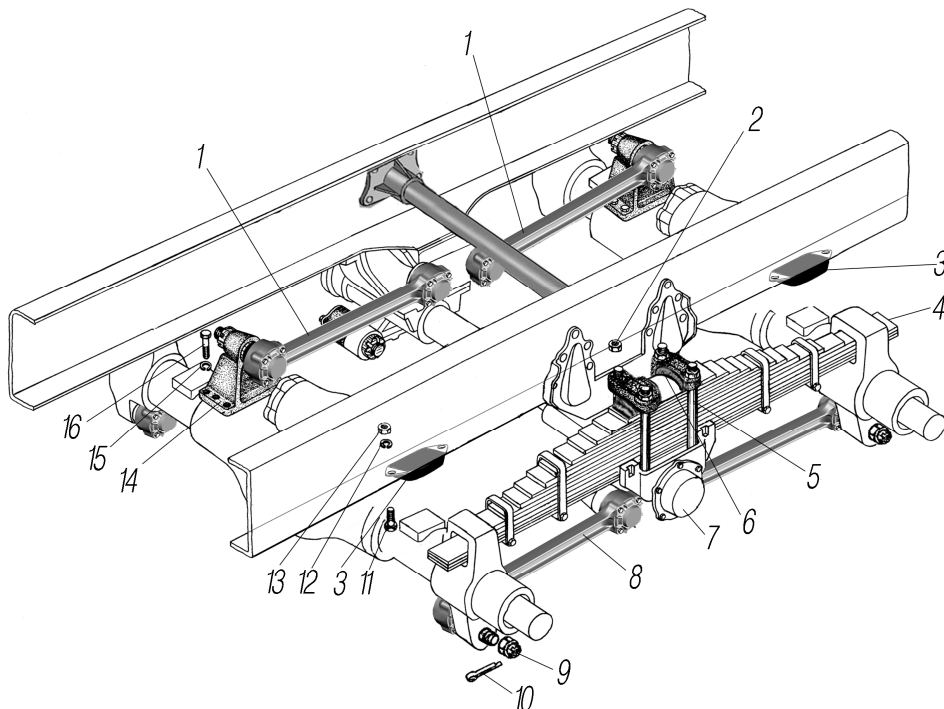

Рисунок 3.7
*⁴ См. рисунок 3.7
See figure 3.7